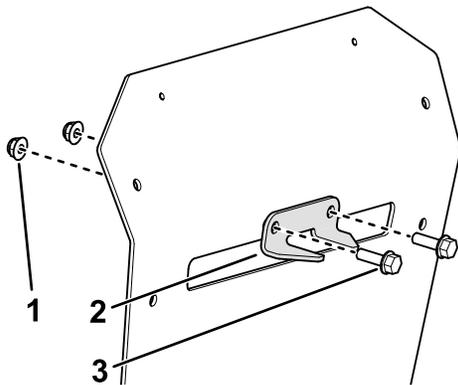

Figura 13
2. Instale el soporte del estabilizador en el protector trasero usando dos pernos (5/16" × 1") y 2 contratuercas (5/16"), como se muestra en la Figura 13.